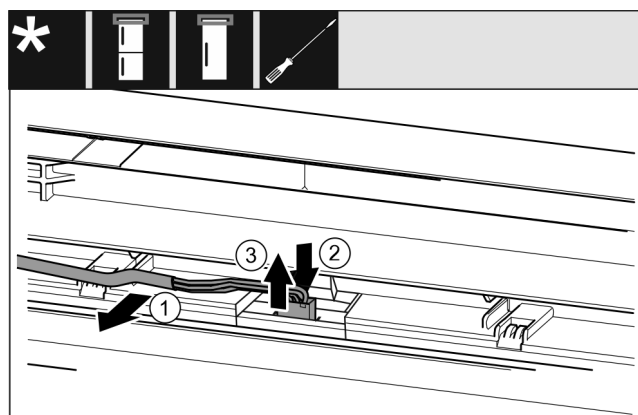

Fig. 24 Combinazioni frigorifero/congelatore / congelatori / refrigeratori\*
- ▶ Allentare con cautela il cavo Fig. 24 (1) dalla guida nella porta.\*
- ▶ Spingere all'indietro la linguetta Fig. 24 (2) dietro la presa.\*
- ▶ Estrarre delicatamente la presa Fig. 24 (3) verso l'alto.\*